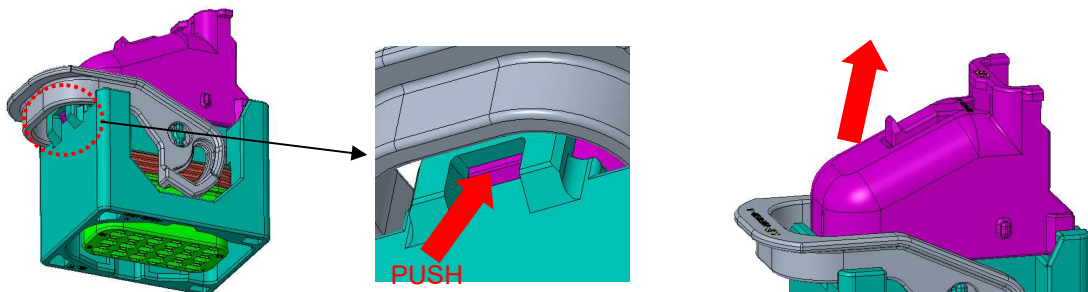

Fig. 12
(1) COVER Locking 돌기를 드라이브 같은 도구로 Lock을 해제 한다.
(2) Cover를 잡아서 들어 올려 제거 한다.(Fig.12 참조)
- (1) Final lock 장치를 누르면서 Lever lock 을 해제 하시오.
- (2) Initial lock 상태로 레버를 쫓히시오.
- (3) 상대물에서 커넥터를 분리 하시오.
- (4) Unlock 시 Fig. 12 의 역순으로 하시오.